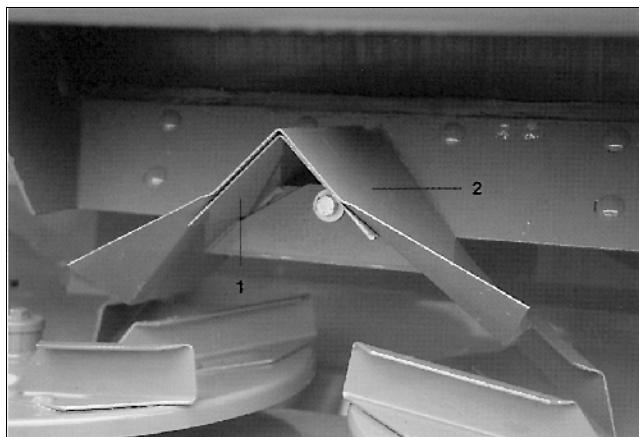

Рис. 44
- Демонтируйте дополнительный подвесной желоб (Рис. 44/1).
Для этого необходимо установить дополнительный подвесной желоб (Рис. 44/2), чтобы оптимизировать точку подачи удобрений на распределяющие диски. Дополнительный подвесной желоб прикручивается над жестко установленным желобом (Рис. 44/1).